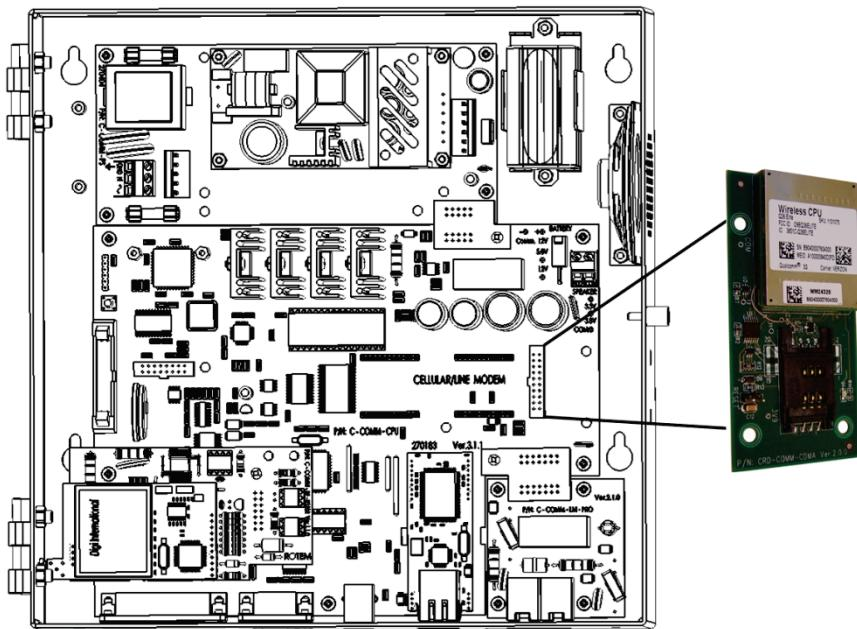

图 10：手机调制解调器卡位置
4. 在语音卡上微调音量，直到达到要求的音量（图 19）（参考图 9，第 44 页/图 10，第 45 页以查看语音卡位置）。